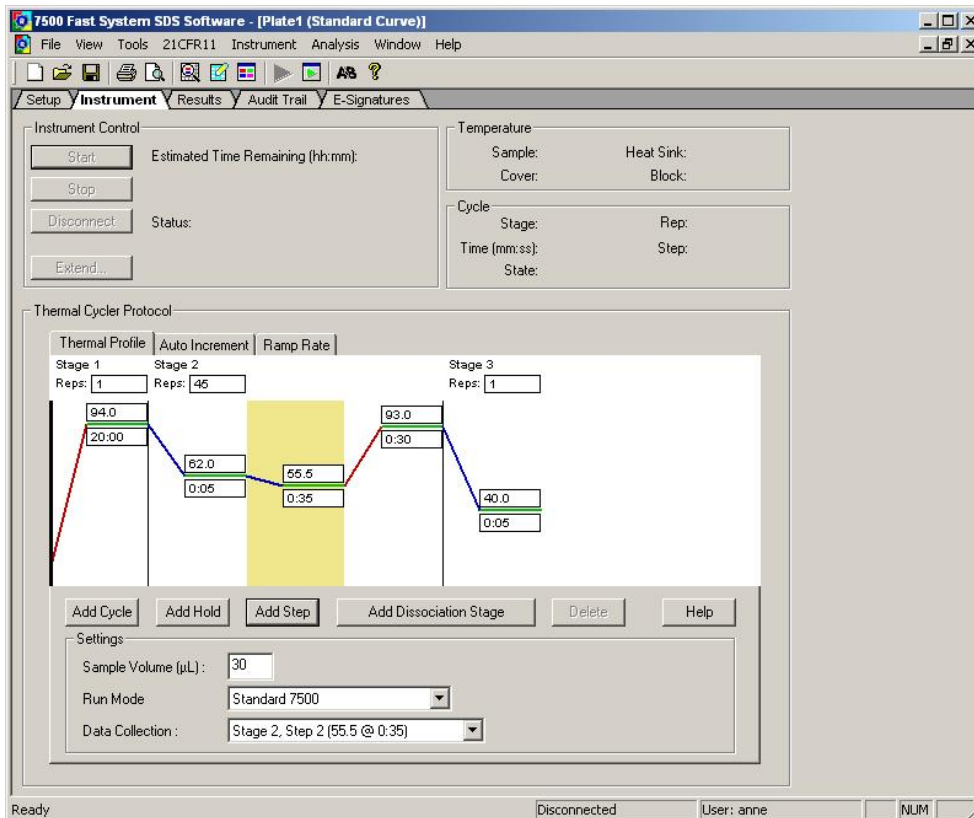

Figure 2: Capture d'écran du logiciel SDS v1.4 après avoir réglé le programme du cycle de PCR et le mode de détection.
- Confirmer les paramètres du protocole du cycle thermique conformément au Tableau 7 (voir Figure 2).